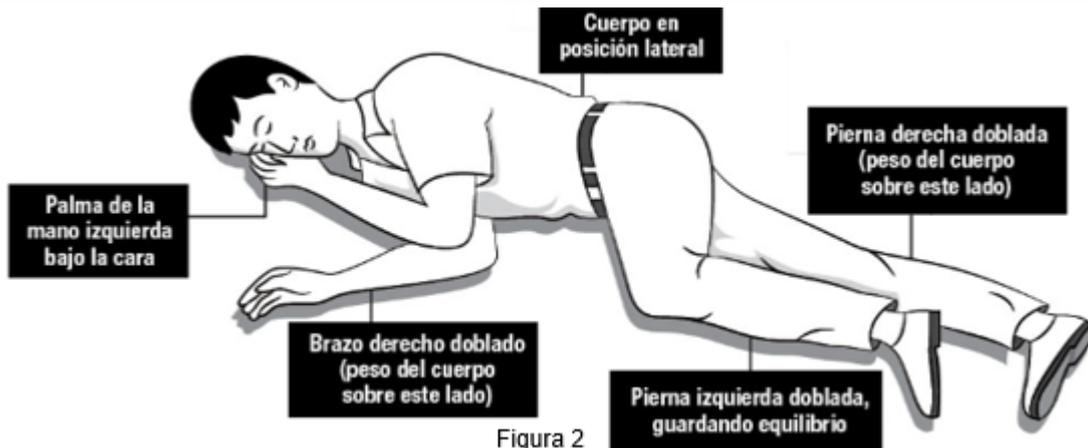

Figura 2
- Continúe RCP (30 compresiones cardíacas, seguidas de dos insuflaciones y luego repetir) hasta que se recupere la persona o hasta que llegue la ayuda. Si la persona comienza a respirar de nuevo colócala en Posición de Recuperación (ver figura 2).